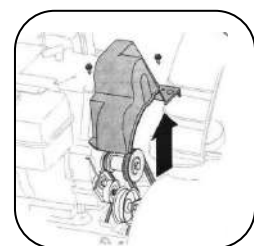

Figure 17
1. Retirez le carter de la courroie situé à l'avant du moteur en retirant les deux vis autotaraudeuses. Voir la figure 17.